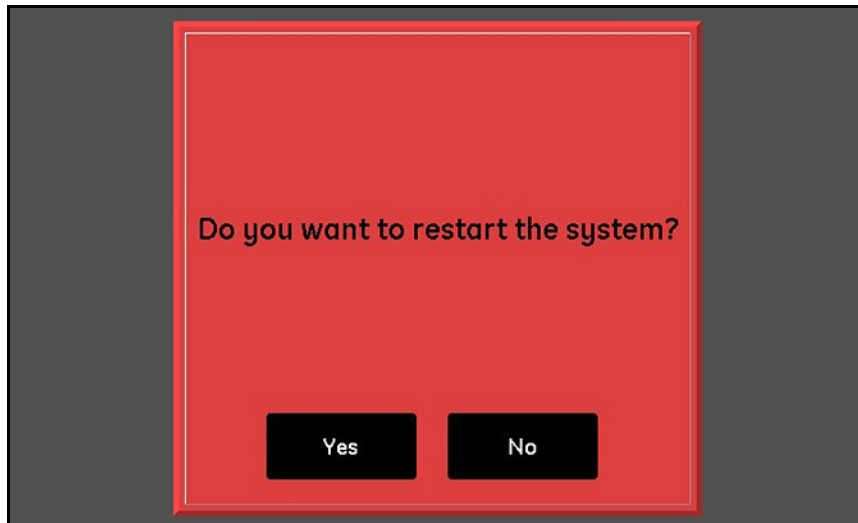

Figura 30: Tela Confirmação de reinício
3. Na tela de confirmação mostrada na *Figura 30* abaixo, toque no botão **Sim** para reiniciar a unidade ou tocar no botão **Não** para cancelar a solicitação.
Para reiniciar (i.e., reinicializar) o sistema moisture.IQ, toque no botão **Reiniciar**. Em seguida, toque em **Sim** ou **Não** em uma tela de confirmação semelhante à mostrada na *Figura 30 na página 34*.